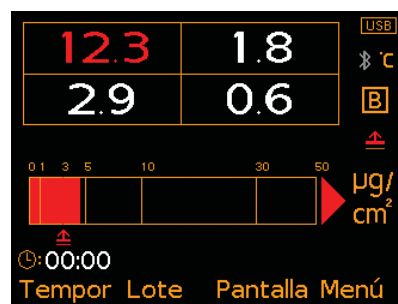

Fig. 5: Lecturas x4 y gráfico de barras
- **Gráfico de barras (Fig. 5);** representación analógica del valor de medición actual junto con las lecturas máxima (Hi), mínima (Lo) y media (\bar{X}). El gráfico se actualiza automáticamente al tomar cada lectura.